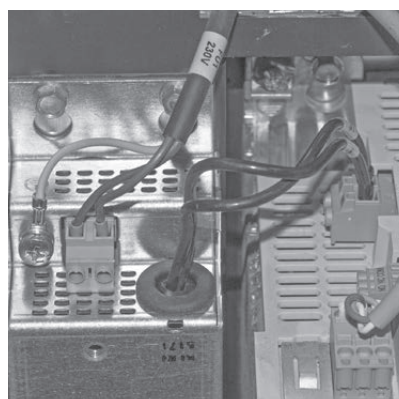

Fig. 102 Collegare cavo e messa a terra, inserire la spina
- ▶ Sfilare la spina bipolare dai convertitori di frequenza e montarla sul cavo del filtro di rete – Fig. 102.
- ▶ Montare i filtri di rete con 4 viti M5x12 TT ciascuno e inserire i cavi o collegare la messa a terra – Fig. 102.